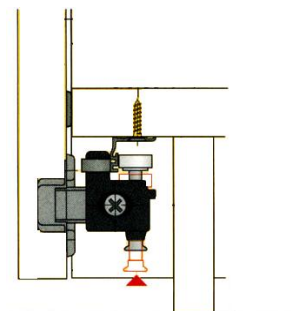

Рисунок 12
11. Зафиксируйте нижние направляющие ролики в нижних направляющих. **Рисунок 12**.